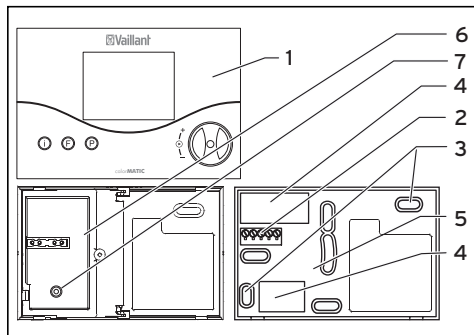

Рис. 9.1 Монтаж регулятора температуры помещения
Соединение с нагревательным аппаратом производится 3-жильным соединительным кабелем к зажимам 3-4-5 (см. рис. 9.1, поз. 2).
- Вытащите регулятор температуры помещения (1) из настенного цоколя (5).
- Откройте внутреннюю защитную крышку (6) настенного цоколя (5), отпустив винт (7) и откинув крышку вправо.
- Просверлите два отверстия (3) с диаметром 6 мм (как показано на рис. 9.1) и вставьте в них входящие в объем поставки дюбеля.
- Проведите соединительный кабель через кабельный ввод (4), расположенный под внутренней защитной крышкой.
- Установите регулятор температуры помещения (1) на настенный цоколь (5)